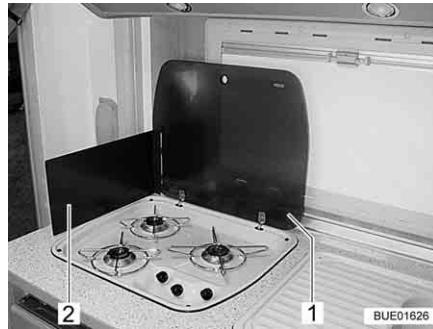

Bild 206 Gasspis
- Öppna gasspisens lock (Bild 206,1).
- Fäll upp eller ställ upp flamskyddet (Bild 206,2), beroende på modell.